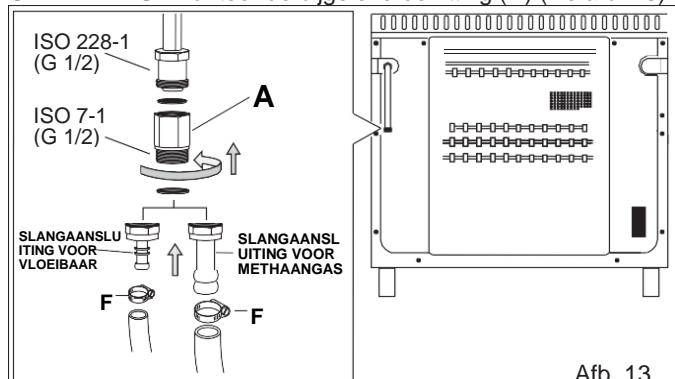

Afb. 12
- 2) door middel van een flexibele roestvrij stalen leiding met continue wand en mechanische aansluiting volgens de norm UNI-CIG 9891 (maximale lengte uitgestrekte bui 2.000 mm). De leiding moet worden aangesloten op de verdeelleiding, met tussenplaatsing van de bijgeleverde fitting (A) (zie afb. 12).